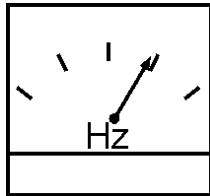

Figure 44. Frérencemètre
- Le frérencemètre de la génératrice (Figure 44) doit afficher la fréquence de sortie de 50 cycles en **HERTZ**.